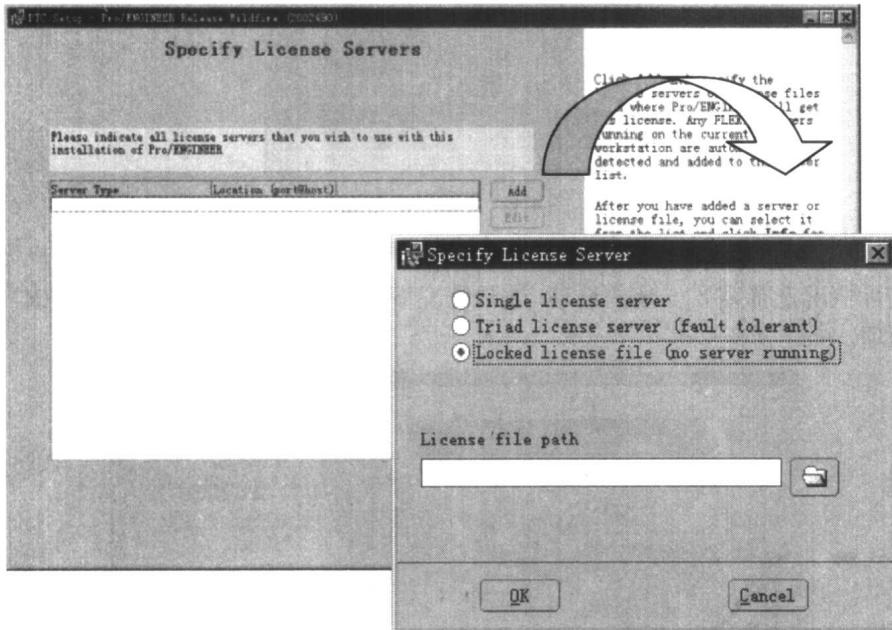
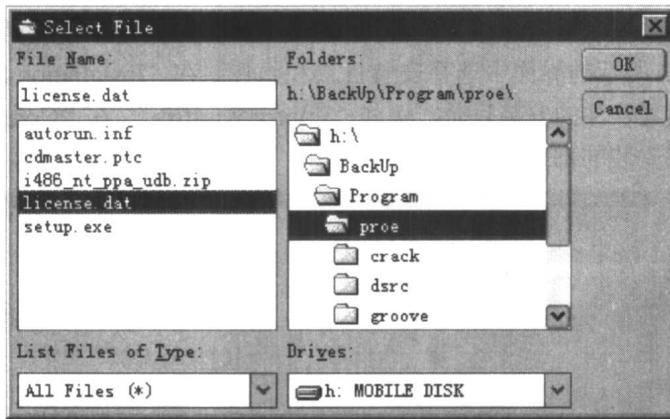

图 1.4 指定许可文件位置
图 1.5 添加许可文件
(4) 在如图 1.4 所示的对话框中指定许可文件的位置。单击“Add”按钮，在打开的“Specify License Server”对话框中选择“Locked license file”单选按钮。
(5) 在如图 1.4 所示的对话框的“License file path”输入框右侧单击 按钮，打开如图 1.5 所示的“Select File”对话框，在该对话框中选择正确的许可文件，单击“OK”按钮，返回如图 1.4 所示的安装界面。